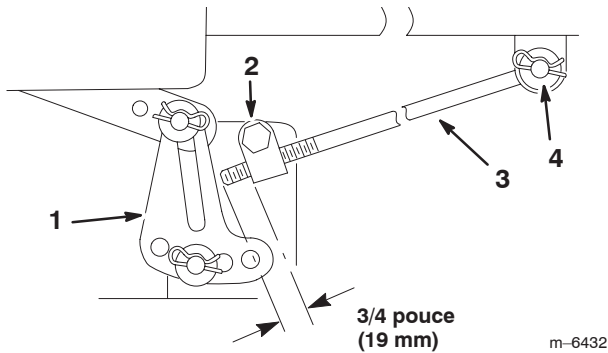

Figure 40
5. Mesurez la longueur de tige qui dépasse du bloc de réglage sur les côtés du châssis (Fig. 40).
6. Si la longueur n'est pas égale à 19 mm (3/4 pouce), retirez la goupille fendue et la rondelle de l'extrémité de la tige (Fig. 40), puis vissez ou dévissez la tige jusqu'à obtention de la longueur requise.